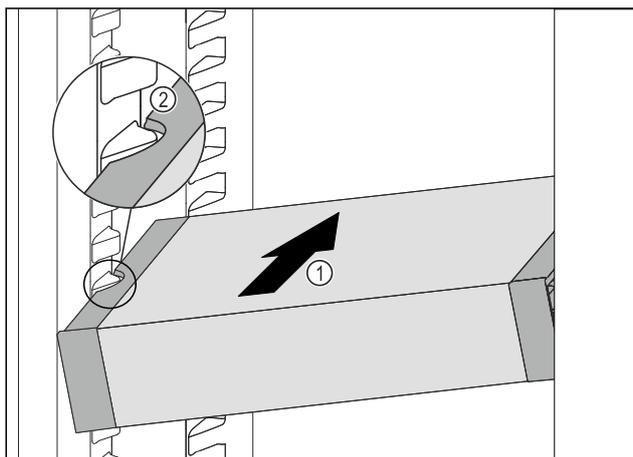

Fig. 37
- ▶ Insérer le VarioSafe en biais dans la partie réfrigérateur Fig. 37 (1) jusqu'à ce que les encoches latérales Fig. 37 (2) du VarioSafe se trouvent à la hauteur de la nervure du bac dans la partie réfrigérateur.